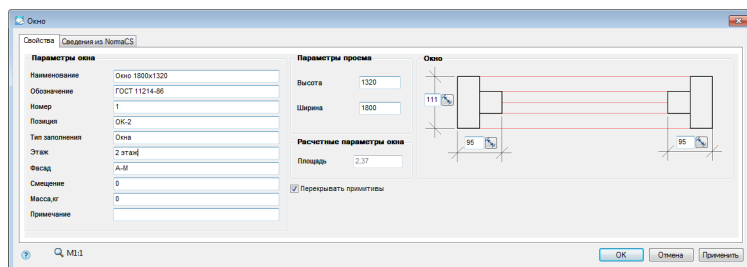

Рис. 49
- для окон и дверей в свойствах измените этаж с 1-го на 2-й. Для этого выполните двойной щелчок мыши по любому окну 2-го этажа и в строке Этаж напишите — 2-й этаж, затем Применить и ОК (рис. 49).